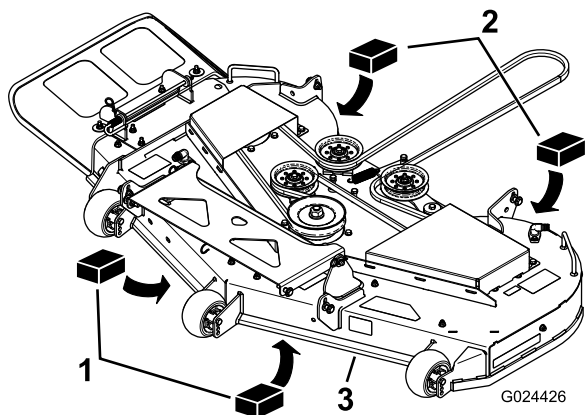

Bild 72
3. Legen Sie zwei 6,66 cm dicke Blöcke an jeder Seite unter die vordere Kante des Mähwerks, jedoch nicht unter die Halterungen der Antiskalpierrollen (Bild 72).
4. Legen Sie zwei 7,3 cm dicke Blöcke unter die hintere Kante des Mähwerks, ein Block an jeder Seite des Mähwerks (Bild 72).